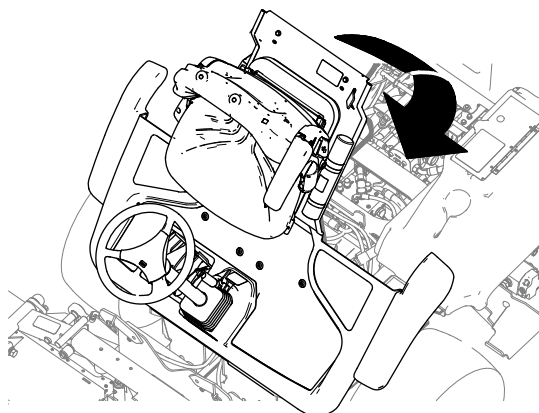

Figure 45
1. Abaissez doucement la plateforme (Figure 45).